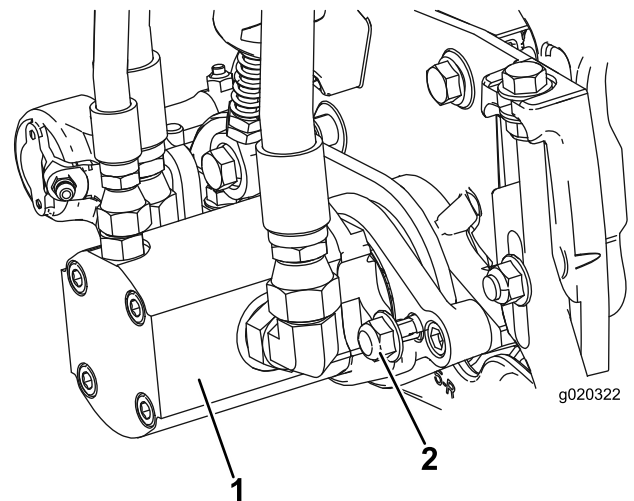

图 13
16. 以顺时针旋转的方式插入马达以使马达凸缘与锁紧螺母保持一定空隙 (图 13)。逆时针旋转马达直至凸缘环绕住螺母然后拧紧螺母。